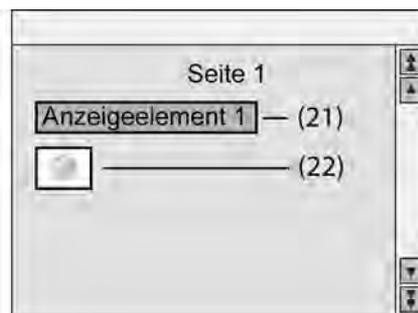

Bild 12: Arten von Anzeigeelementen
(21) Anzeigeelement mit Textdarstellung
(22) Anzeigeelement mit Symboldarstellung (Elementsymbol)
- i** Zusätzlich zu einem Elementsymbol (Bild 12) kann den Anzeigestatuswerten des Elements auch jeweils ein Statussymbol zugewiesen werden (siehe folgender Abschnitt "Anzeigefunktion"). Es ist zu beachten, dass sich in Abhängigkeit der projektierten Symbolposition die Elementsymbole und die Statussymbole ggf. überlappen. Dabei überschreibt ein Statussymbol ein Elementsymbol. Ein Statussymbol überschreibt auch den Anzeigetext eines Elements.